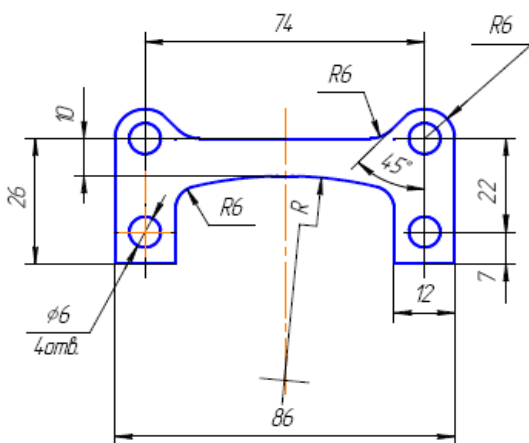

Рис. 9.
17. Размерные числа нельзя разделять или пересекать, какими бы то ни было линиями чертежа. Осевые, центровые линии (рис. 9) и линии штриховки (рис. 9) в месте нанесения размерного числа допускается прерывать.
18. Перед размерным числом радиуса помещают прописную букву R. Ее нельзя отделять от числа любой линией чертежа (рис. 9)